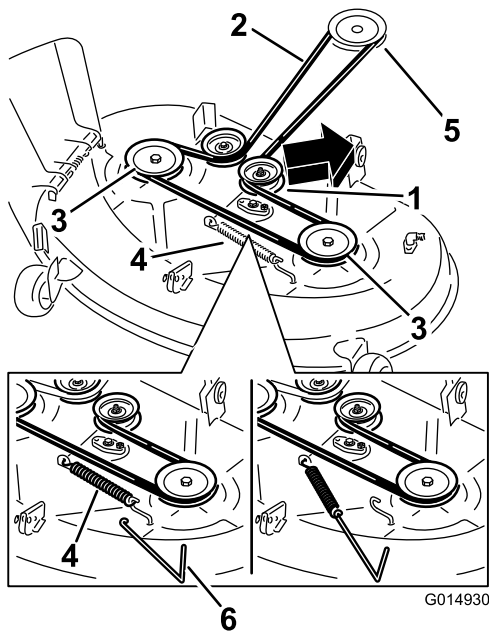
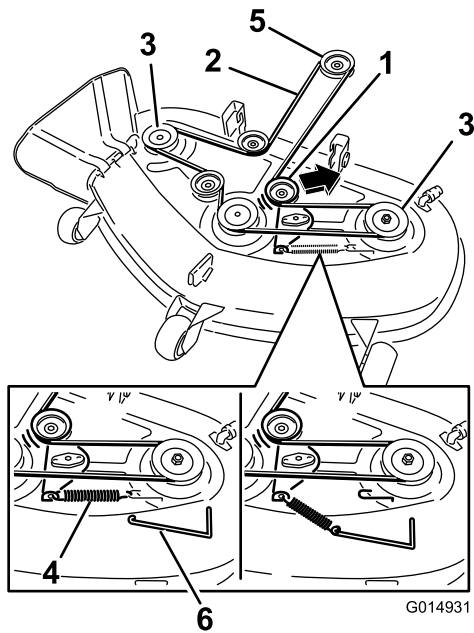

Figura 71
Figura 72
4. Usando una herramienta para la retirada de muelles, retire el muelle tensor del gancho de la carcasa para eliminar la tensión de la polea tensora, y retire la correa de las poleas (Figura 71 y Figura 72).
- Usando una herramienta para la retirada de muelles, instale el muelle tensor sobre el gancho de la carcasa y tense la polea tensora y la correa del cortacésped (Figura 71 y Figura 72).
- Pase la correa nueva alrededor de las poleas del motor y del cortacésped (Figura 72).